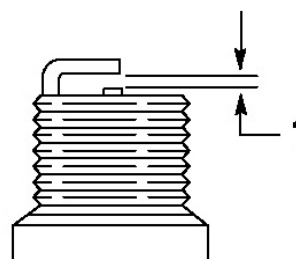

Рисунок 46.
6. Установите расстояние между электродом и новой свечой 0,76 мм (Рис. 46).